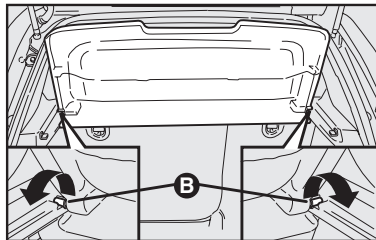

fig. 100
2) Suelte los pernos **B-fig. 100** de la repisa trasera de sus propios alojamientos y luego quítela.